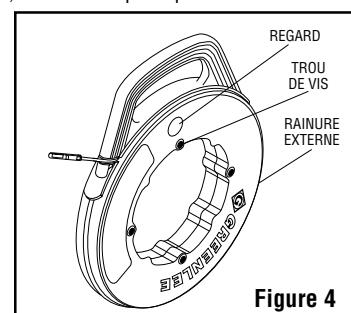

Figure 4
- Insérez une vis dans l'orifice le plus proche du regard. Installez le câble de traction dans le boîtier en vous assurant que l'anneau de traction ou la sertissure est sur la vis. Voir figure 4.